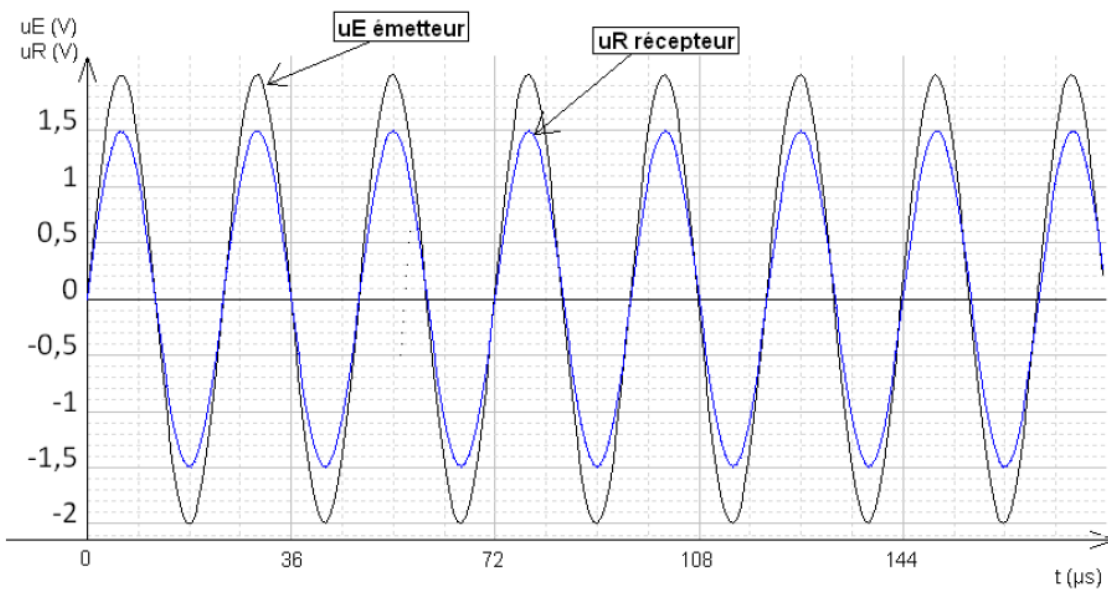

Figure 2
1.3. On souhaite déterminer la longueur d'onde λ des ultrasons. Pour cela, on visualise à la fois le signal émis par l'appareil et appliqué sur la voie 1 d'un oscilloscope et le signal u_R reçu par un récepteur R à ultrasons connecté sur la voie 2 de cet oscilloscope. On part d'une situation où les signaux délivrés par l'émetteur E et par le récepteur R placés en face sont en phase. On s'aperçoit que lorsque l'on éloigne le récepteur R tout en restant en face de l'émetteur fixe E, la courbe qui correspond au récepteur se décale vers la droite. Les signaux obtenus sont représentés sur la **figure 2** lorsque les courbes reviennent pour la première fois en phase. On détermine la distance dont on a déplacé le récepteur R lorsque l'on obtient la **figure 2** page suivante, et on mesure 8 mm.